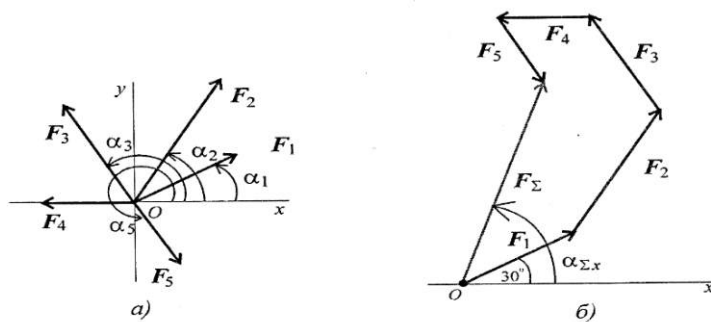

Рис.1
2. Определить равнодействующую графическим способом (рис.1б)